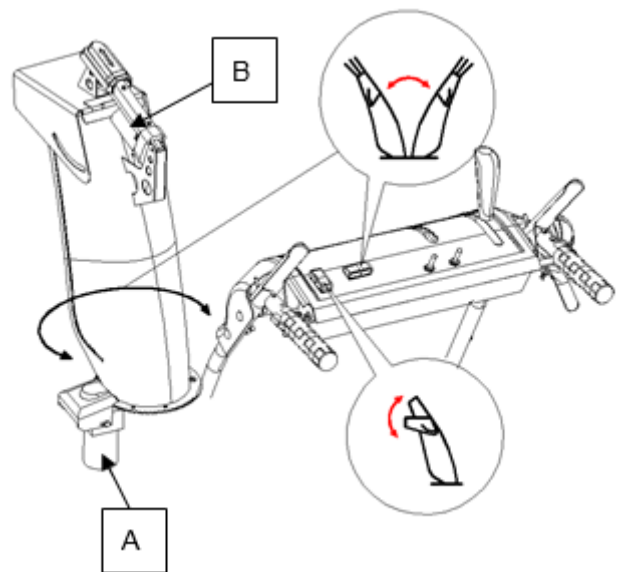

Abbildung 9
1. Halten Sie den Schalter für das Schwenken des Trichters in der Position AUF gedrückt, um den Trichter nach links zu drehen (siehe A, Abbildung 9).
1. Drücken Sie den Schalter für das Heben und Senken und halten Sie ihn in der UP-Position, um eine größere Auswurf-Reichweite zu erzielen (siehe B, Abbildung 9).